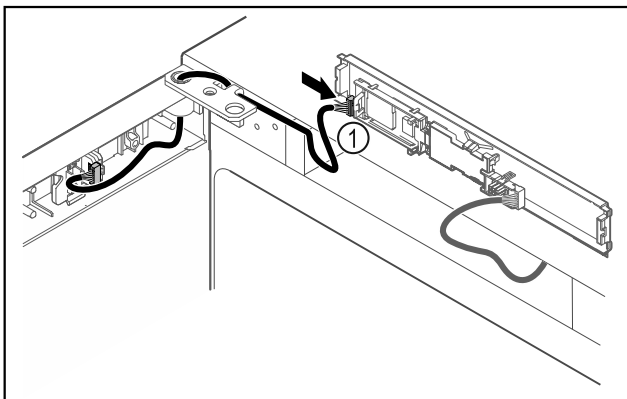

Fig. 35
- Stecker Fig. 35 (1) an Platine anstecken.